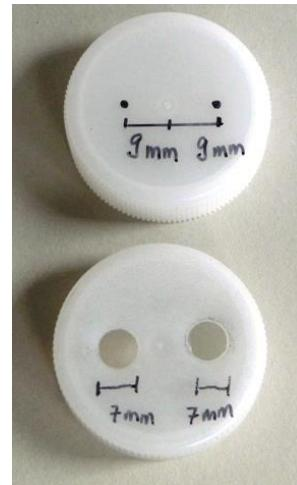

Abb.1: Bohrungen Deckel.
- Bohren Sie in den Dosen-Deckel aus Polyethylen zwei Löcher mit einem etwa 3 mm großen Metallbohrer vor. Anschließend bohren Sie die Löcher mit einem geschärften Metall-Bohrer auf 7 mm auf, siehe Abb. 1.